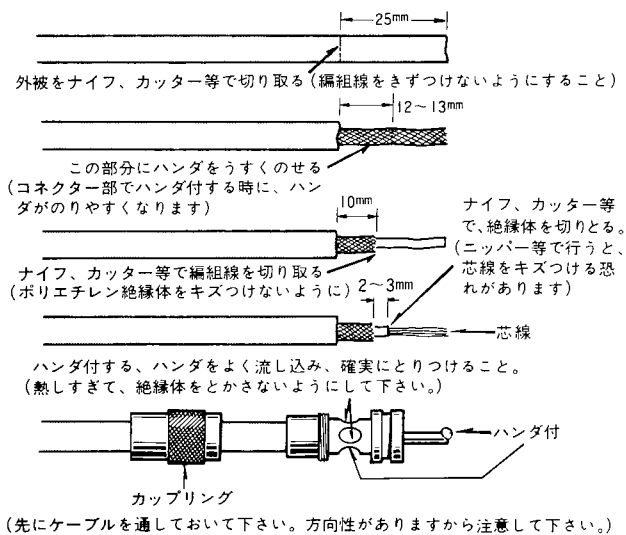

図 8 M型コネクタの取付け方
- ② 外部アンテナを使用する場合、付属のホイップアンテナは縮めて、本体に押しこんだ状態で、背面の外部アンテナ端子へ接続します(同軸ケーブルにM型コネクターの取付け方は図8を参照ください)。